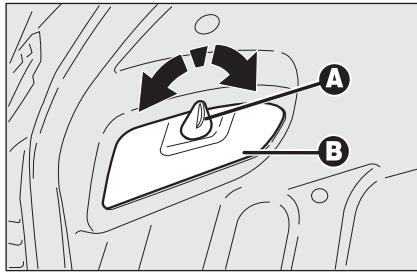

fig. 33
- gire el dispositivo **A**-fig. 33 para abrir la tapa **B**;
vuelva a cerrar la tapa **B**-fig. 33.
- gire el dispositivo **A-fig. 33** para abrir la tapa **B**;
- vuelva a cerrar la tapa **B-fig. 33**.